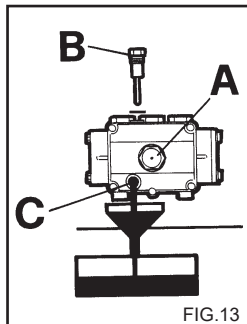

FIG. 13
- 2) Den Deckel mit dem Kontrollstab (Fig.13) aufdrehen.